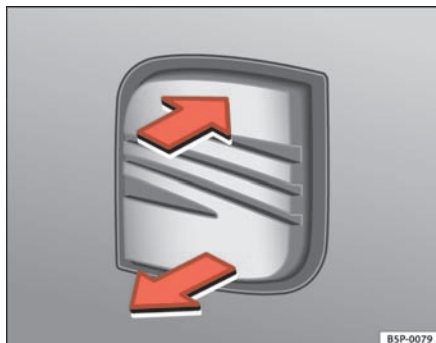

Fig. 44 Bagklap: åbning udefra
- Træk i grebet, og løft bagklappen lidt op ⇒ fig. 44. Bagklappen åbnes automatisk.